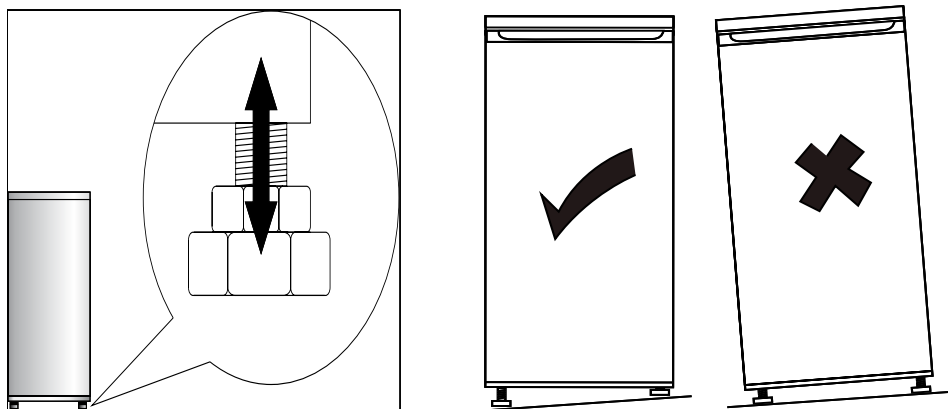

Fig. 1
- Trebuie asigurată instalarea produsului pe orizontală, cu ajutorul a 2 piciorușe reglabile frontale. (fig.1)